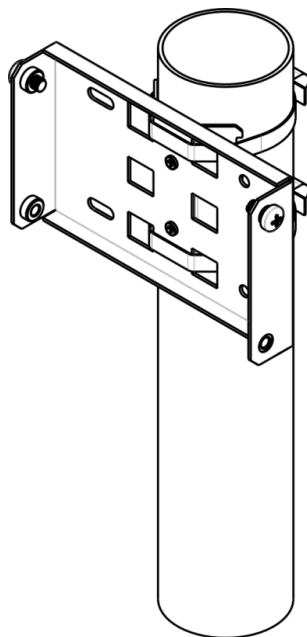

Рисунок 6 – Крепление кронштейна на трубостойку
- a) При помощи хомутов закрепите кронштейн на трубостойку, рисунок 6.
- b) В верхние отверстия установите винты DIN7985 M6. Винты не нужно закручивать до конца, оставьте зазор минимум 3 мм, рисунок 6.